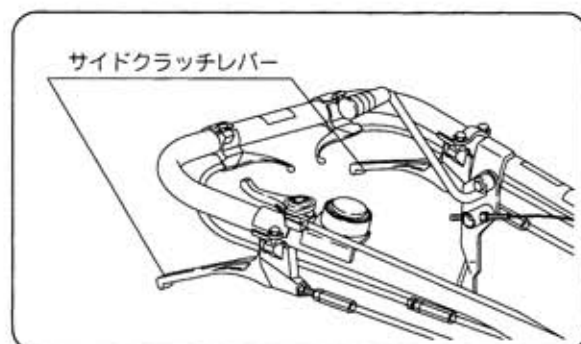

図21
- ① 右側のレバーを握れば右側に、左側のレバーを握れば左側に機械が旋回することができます。（図21）